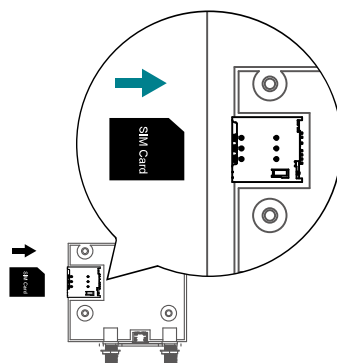

Figura 4-8 Introducción de la tarjeta SIM.
- 2) Inserte una tarjeta Micro SIM 3G/4G en la toma, asegurándose de que los contactos oro queden hacia abajo y de que la muesca esté en la esquina superior derecha. Vea la siguiente figura 4-8.